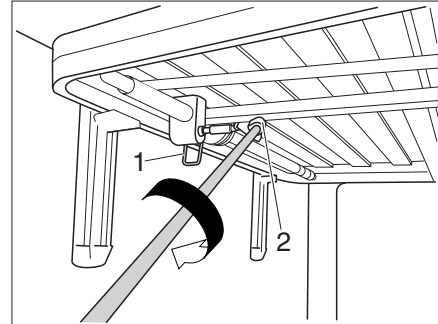

Bild 152 Höhenverstellung
- Sicherungshebel (Bild 152,1) lösen. Das Bett kann jetzt verstellt werden.
- Kurbel in die magnetische Vierkant-Aufnahme (Bild 152,2) schieben. Die Höhe des Bettes kann jetzt verändert werden.
- Kurbel aus der Vierkant-Aufnahme (Bild 152,2) ziehen und in der Halterung aufbewahren.